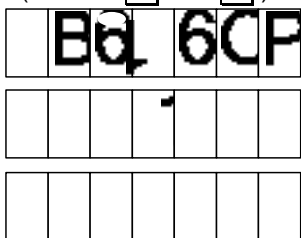

Рисунок 7
– "включен, 1 клавиатура". При подготовке заказа на всех табло будет выводиться дополнительный диалог выбора стороны (рисунок 7). Необходимо выбрать номер стороны, по которой будет производиться отпуск топлива (нажать 1 или 2).